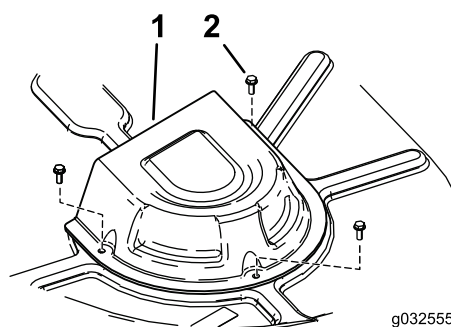

Figure 65
4. Déposez les couvercles de poulie (Figure 65).